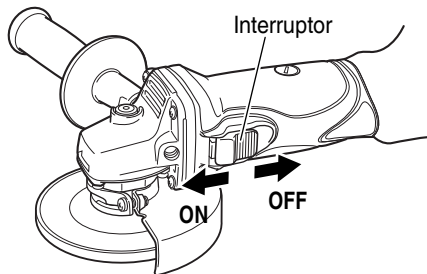

Fig. 7
2. Conecte la alimentación de la amoladora. (Fig. 7)